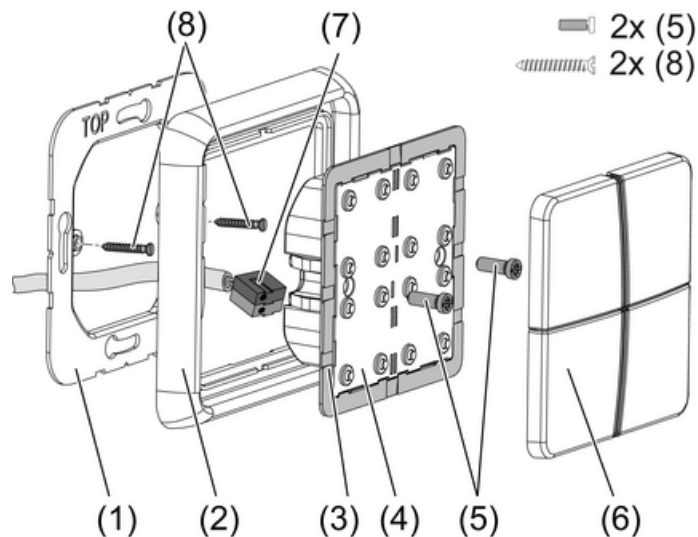

Bild 1: Montage Tastsensor-Modul
- Adapterrahmen (3) lagerichtig von vorn auf das Tastsensor-Modul (4) aufrasten (Bild 1). Kennzeichnung **TOP** = oben beachten.